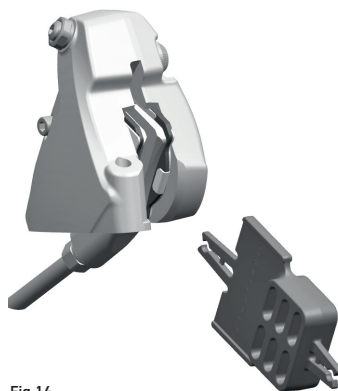
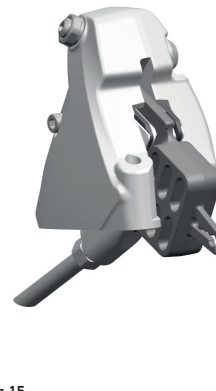

Fig.14
Fig.15
• Si les roues du vélo doivent être démontées, s'assurer d'avoir inséré l'outil pour le transport (Fig. 14 / Fig. 15) qui empêche, en cas d'actionnement accidentel des leviers de frein, le rapprochement des plaquettes de frein et donc l'impossibilité d'insérer le disque.